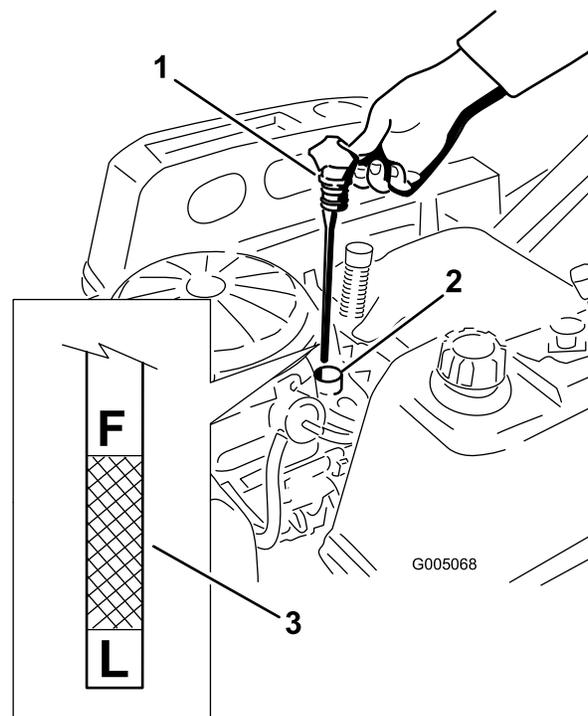

Bild 24
- Nehmen Sie den Peilstab heraus und prüfen Sie den Ölstand (Bild 24).
- Ziehen Sie den Fülldeckel bzw. den Peilstab heraus und wischen Sie das Öl ab. Setzen Sie den Peilstab wieder ein und drücken Sie ihn richtig rein (Bild 24).
6. Nehmen Sie die Ablassschraube ab (Bild 25). Nehmen Sie den Öleinfüllstutzendeckel/Peilstab ab (Bild 24).
13. Gießen Sie ca. 80 % der angegebenen Ölmenge langsam in den Einfüllstutzen (Bild 24).
14. Stecken Sie den Ölfülldeckel und Peilstab wieder fest ein (Bild 24).
15. Prüfen Sie den Ölstand (Bild 24); siehe „Prüfen des Ölstands“.
17. Stecken Sie den Ölfülldeckel und Peilstab wieder fest ein (Bild 24).